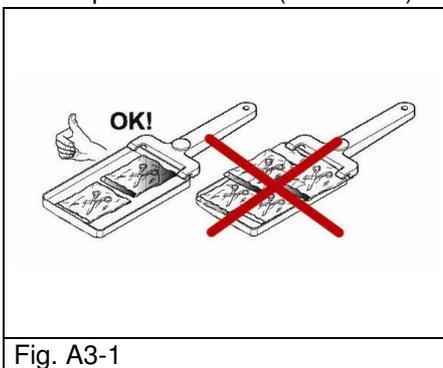

Fig. A3-1
- Zum Sterilisieren von verpackten Instrumenten die Beutel nicht übereinander auf den Tabletts anordnen (Abb. A3-1).